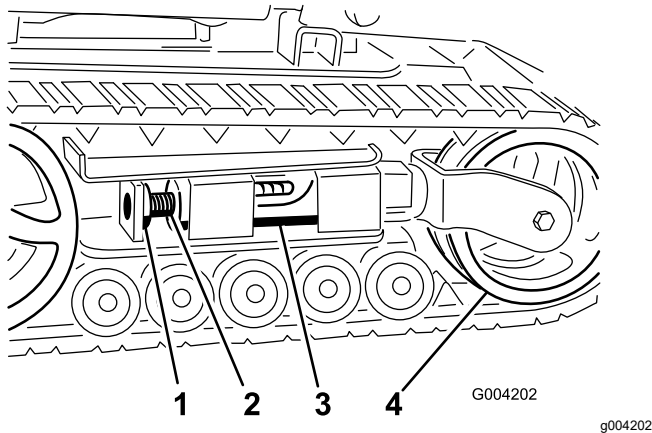
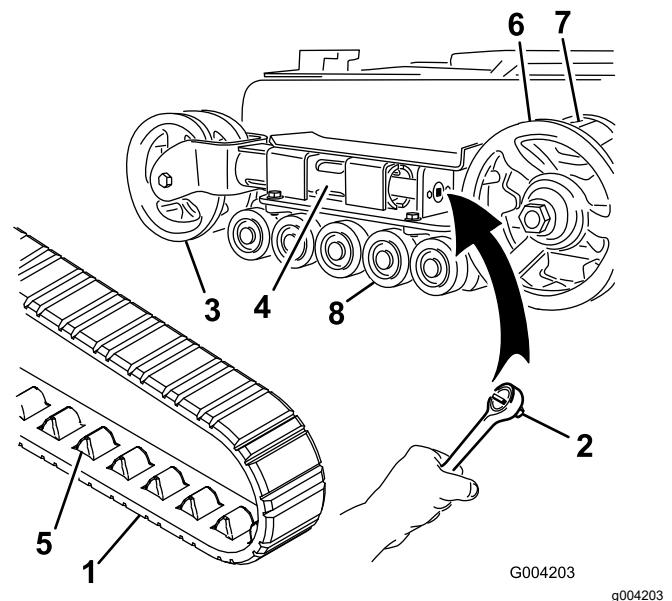
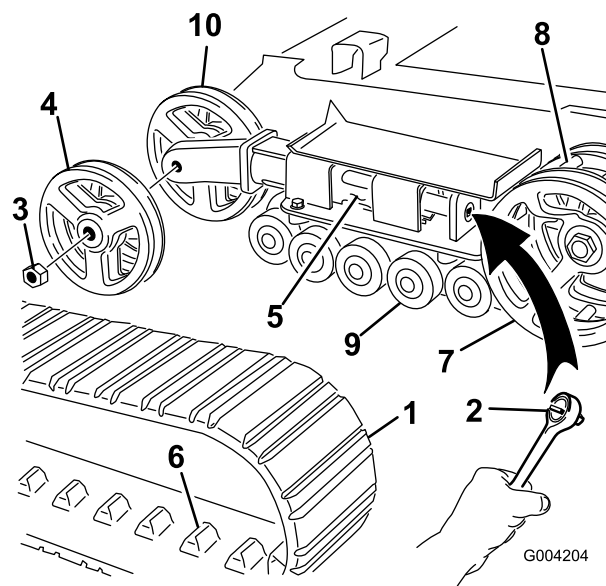

図 45
図 46
図 47
4. ロッキングボルトとナットを外す 図 45。
6. テンションねじのノッチのうち、ロッキングボルトの穴に一番近いノッチを穴に合わせ、ねじを溝をローラを適切な穴に合わせてセットし、シャフトを通してボルトとナットで固定する 図 45。
注 細幅クローラの場合は、前側テンションホイールが、テンションチューブの端部のフォークの内側に取り付けられています 図 46。
5. $\frac{1}{2}$ " のドライブレンチを使用して、テンショニングねじを左にまわしてドライブテンションを解放する 図 45 と 図 46。
6. テンションホイールをユニットの後方に向かって押してテンションチューブをフレームに当てる 図 46。フレームに当たらない場合は、テンショニングねじを更に回す。
8. テンションホイールからクローラが外れたら、駆動スプロケットとロードホイールからもクローラを外す 図 46。
9. 駆動スプロケットからスタートして、新しいクローラをスプロケットに巻きつけるようにして取り付けるクローラについている爪がスプロケットのコグにはまるように取り付けること 図 46。
10. ロードホイールとロードホイールの間にクローラを押し込む 図 46。
注 広幅クローラの場合は、前側テンションホイールが、テンションチューブの端部の側部に取り付けられています 図 47。
4. ロックボルトとナットを外す 図 45。
5. 1/2" のドライブレンチを使用して、テンションねじを左にまわしてドライブテンションを解放する 図 45 と 図 47。
6. テンションホイールをユニットの後方に向かって押してテンションチューブをフレームに当てる 図 47
7. 外側のテンションホイールを固定しているナット外して右ホイールを取り外す 図 47。
8. クローラを取り外す 図 47。
9. 内側のテンションホイールを固定しているナット外して右ホイールを取り外す 図 47。
13. 先ほど取り外したナットで、内側テンションホイールを元通りに取り付ける 図 47。
15. 新しいクローラのラグが、駆動スプロケットの真ん中にある2つのスペーサの間に嵌るように取り付けする 図 47。
16. 先ほど取り外したナットで、外側テンションホイールを元通りに取り付ける 図 47。